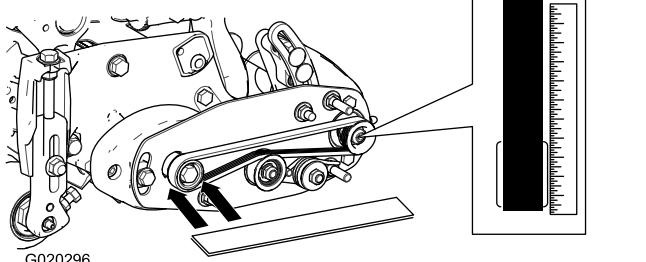

Figura 15
- Coloque una regla contra la cara exterior de la polea **motriz** (Figura 15). **No ponga la regla** sobre ambas poleas, motriz y arrastrada.